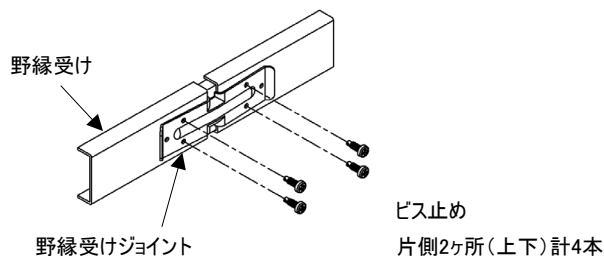

図 2-1 野縁受け接続部
- ・ 野縁受けの接続部は野縁受けジョイントを使用し、隣り合う野縁受けのジョイント部分が、交互になるよう取り付ける。その際φ4ビス(4本)で背側からビス止めする。(図2-1参照)